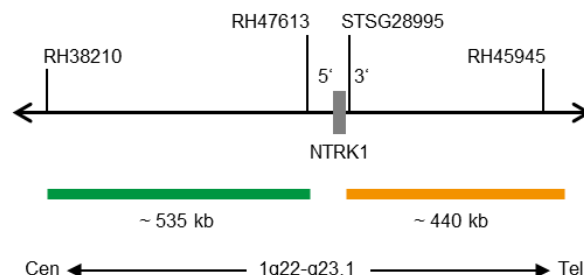

Fig. 1: SPEC NTRK1 Mappa della sonda (non in scala)
- Polinucleotidi (~10 ng/μl) marcati con ZyGreen (eccitazione 503 nm/emissione 528 nm), che hanno come bersaglio sequenze mappate in 1q22-q23.1* (chr1:156,245,849-156,781,745) prossimali alla regione del breakpoint NTRK1 (vedere Fig. 1).
- Polinucleotidi (~4,5 ng/μl) marcati con ZyOrange (eccitazione 547 nm/emissione 572 nm), che hanno come bersaglio sequenze mappate in 1q23.1* (chr1:156,854,527-157,296,918), distali alla regione del breakpoint di NTRK1 (vedere Fig. 1).